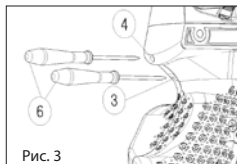

Рис. 3
- 17 Регулировка усилия пружины второй ступени – спусковой стенки – производится поворотом с помощью плоской отвертки через отверстие № 4 (рис.3) (ширина шлица отвертки должна быть не более 3 мм).
- 20 Настройка рабочего хода спусковой стенки осуществляется через отверстие № 3 (рис.3) с помощью плоской отвертки.